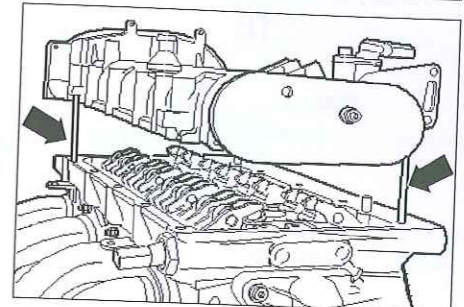

Fig. 70
- Colocar el cárter con precaución verticalmente por encima de los espárragos (Fig.70).